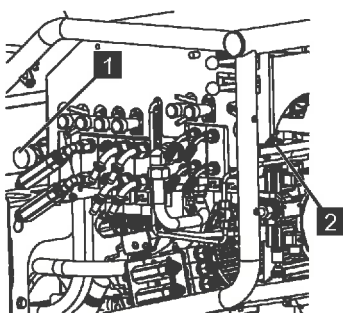

Abb. 183
4. Das Ventil [Bühne] (Abb.183/1) eindrücken und im Uhrzeigersinn verriegeln.
5. Das Ventil [LS] (Abb.183/2) im Uhrzeigersinn komplett eindrehen.